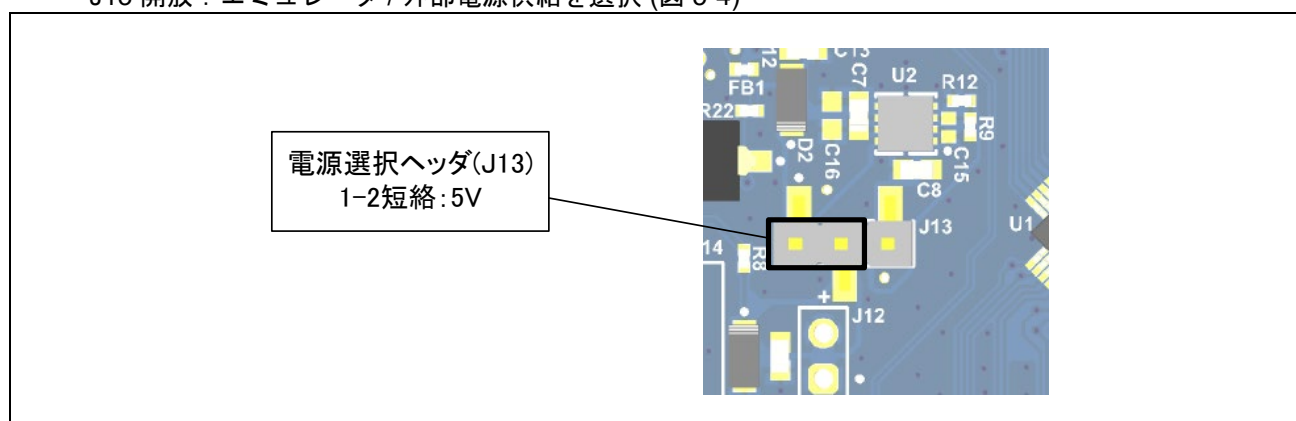

図 5-2 5V 使用時のヘッダ設定
- ・ J13 1-2 短絡 (出荷時初期設定) : 5V 電源を選択 (図 5-2)